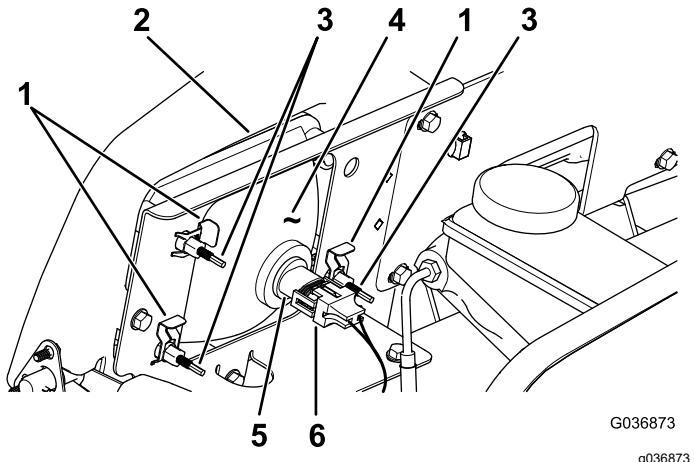

Figure 55
3. Débranchez le connecteur électrique de faisceau du connecteur du phare (Figure 55).
4. Déposez les clips rapides qui fixent le phare à son support (Figure 55).
5. Sortez le phare en le déplaçant vers l'avant à travers l'ouverture dans le pare-chocs avant (Figure 55).
6. Montez le phare neuf par l'ouverture dans le pare-chocs (Figure 55).
8. Branchez le connecteur électrique de faisceau sur le connecteur de l'ampoule (Figure 55).
2. Au dos du phare, tournez les vis de réglage (Figure 55) pour orienter le phare et aligner la position de son faisceau.